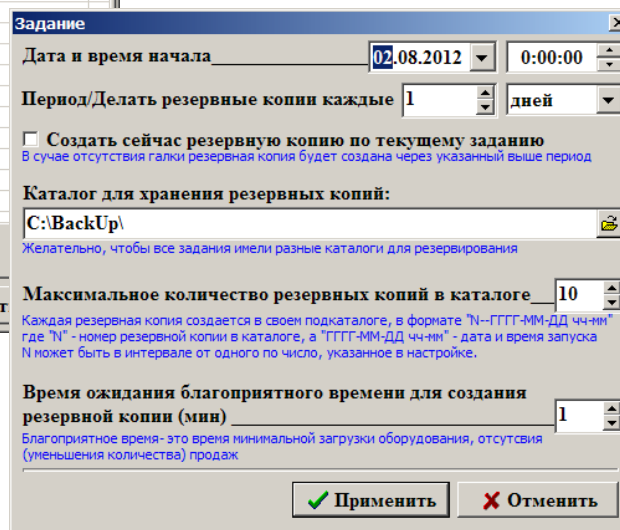

Рис. 75
2. Щелкните кнопку «Новое задание». На экране появится окно «Задание» (рис.75), в котором задайте параметры резервирования: дату и время начала резервирования, время, через которое надо повторять резервирование, путь каталога архива, количество копий, задержка (во времени) ожидания появления вызываемого окна из-за процесса резервирования. Для сохранения параметров резервирования щелкните кнопку «ОК».
3. Для изменения настроек задания выделите нужное задание и щелкните кнопку «Изменить задание». На экране появится окно «Задание» (рис.75), в котором измените параметры резервирования. Для сохранения измененных параметров резервирования щелкните кнопку «ОК».